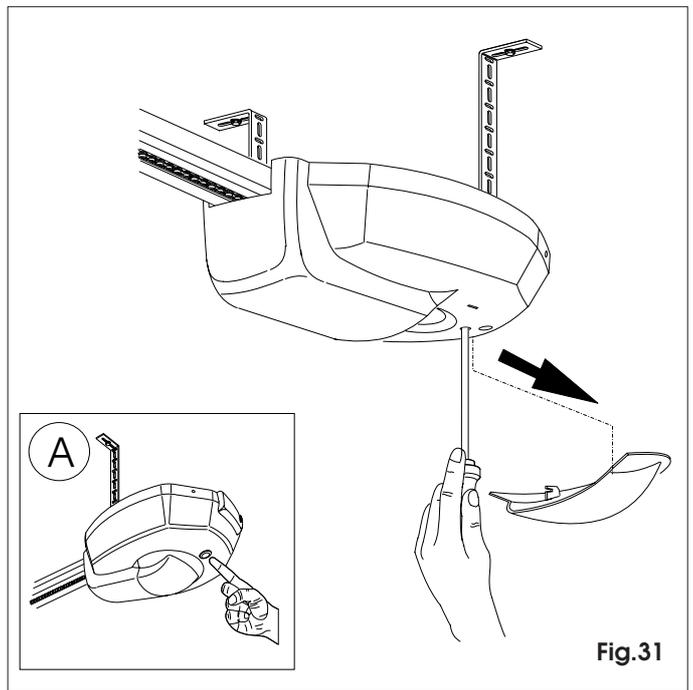

Fig.31
Faire glisser le plafonnier dans le sens indiqué par la flèche (fig.31).
**ATTENTION! Si l'opérateur n'effectue aucun mouvement au cours de la phase de setup lorsqu'on presse le poussoir d'OPEN (voir fig.31 réf. A), s'assurer que le positionnement du carter soit correct.**